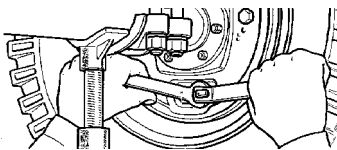

Рис. 9.29. Регулировка тормозных колодок заднего колеса с помощью опорных пальцев
3. Нажав на педаль тормоза усилием 12 - 16 кгс, подведите поворотом опорных пальцев концы колодок со стороны пальцев до упора в барабан (рис. 9.29). Затем затяните в этом положении гайки опорных пальцев, не допуская при этом их поворота.